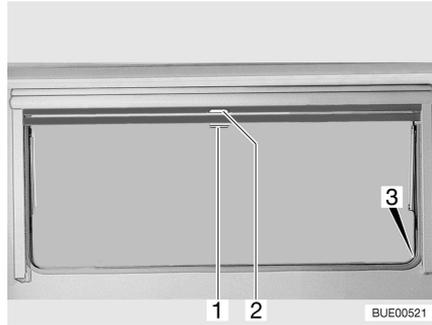

Bild 26 Ausstellfenster
- Verdunklungsrollo am Griff (Bild 26,2) nach unten ziehen. Wenn das Verdunklungsrollo ganz geschlossen wird, das Verdunklungsrollo auf beiden Seiten am Fensterrahmen in die Arretierung (Bild 26,3) einhängen.
- Wenn das Verdunklungsrollo vollständig geschlossen ist: Den Griff (Bild 26,2) nach unten drücken und den Griff dabei leicht nach innen ziehen. Das Verdunklungsrollo aus den Arretierungen links und rechts am Fensterrahmen aushängen.
- Wenn sich das Verdunklungsrollo in Zwischenposition befindet: Den Griff (Bild 26,2) leicht nach unten ziehen, bis sich die Arretierung gelöst hat.
- Insektenschutzrollo am Griff (Bild 26,1) nach unten ziehen und auf beiden Seiten am Fensterrahmen in die Arretierung (Bild 26,3) einhängen.
- Griff (Bild 26,1) nach unten drücken und den Griff dabei leicht nach innen ziehen. Das Insektenschutzrollo aus den Arretierungen links und rechts am Fensterrahmen aushängen.